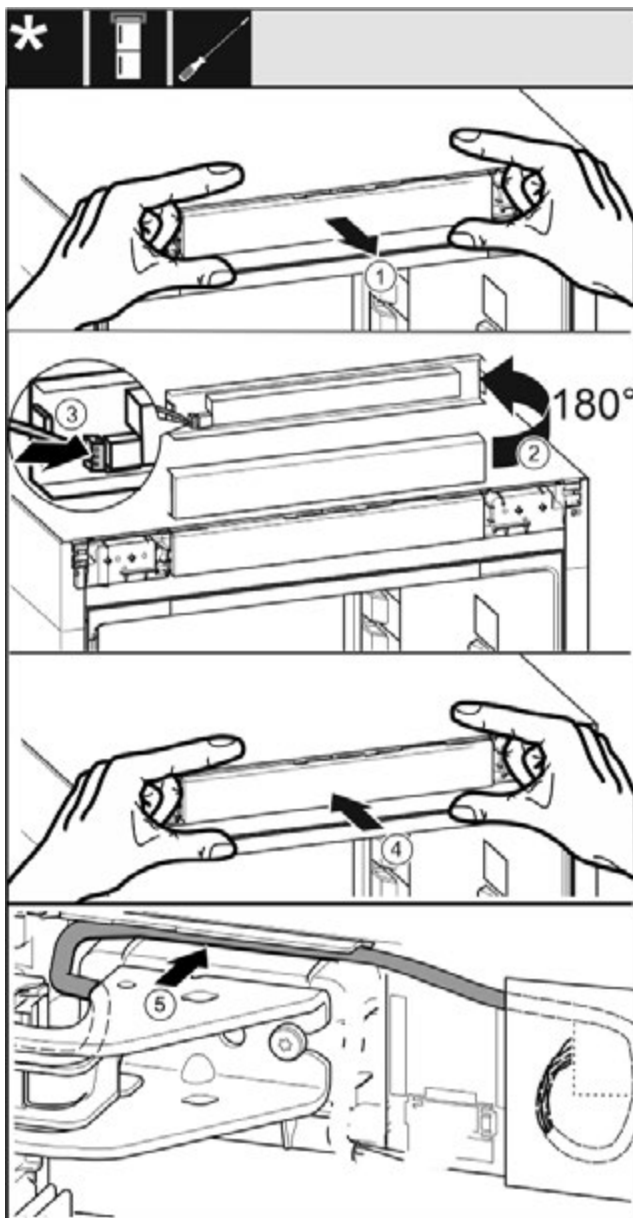

Fig. 34
- ▶ Обережно витягніть невелику панель керування. Fig. 34 (1)
- ▶ Поверніть панель на 180° вгору. Fig. 34 (2)
- ▶ Зафіксуйте штекер на невеликій панелі керування. Fig. 34 (3)
- ▶ Знову зафіксувати невелику панель керування на пристрої. Fig. 34 (4)
- ▶ Обережно розташуйте сірий кабель в направляючій над верхнім опорним кронштейном. Fig. 34 (5)